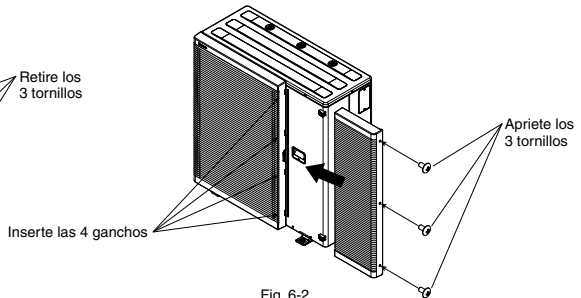

Fig. 6-2
- Inserte las 4 garras de la rejilla de descarga (derecha) y apriete los 3 tornillos. (Fig. 6-2)